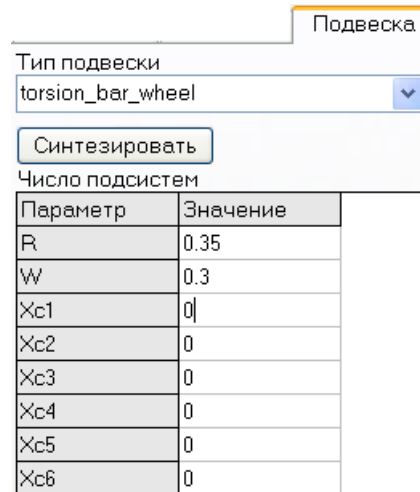

Рис. 5 Неинициализированные значения геометрических параметров подвески
1) Поскольку мы указали 6 подсистем подвески, то в таблице геометрических данных на вкладке **Подвеска** инспектора автоматически появляются шесть полей для продольных координат, определяющих положение каждой из подсистем (Xc1...Xc6), рис. 5. Кроме того, в таблице следует задать радиус опорных катков (R) и их ширину (W). Все размеры указываются в метрах. Тип подвески (индивидуальная торсионная) задается на этой же вкладке. В нашем случае следует оставить значение “по умолчанию”: *torsion\_bar\_wheel*.